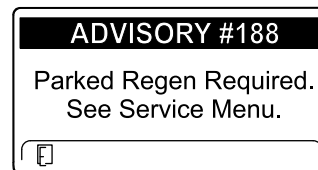

Figura 41
- É necessária regeneração em estacionamento AVISO N.º 188 (Figura 41)